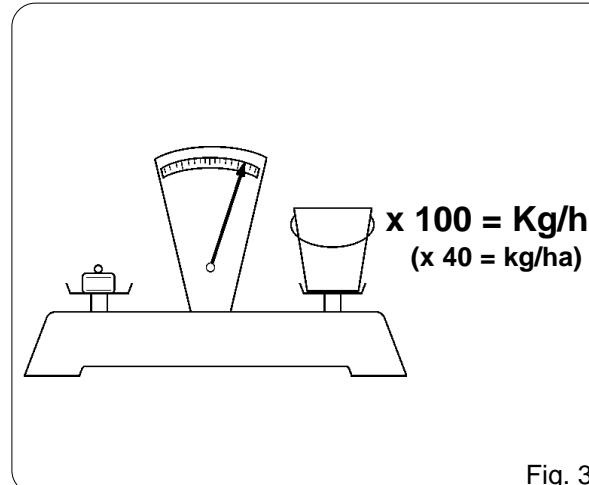

Fig. 37
7) Pesare la quantità di seme raccolto nelle vaschette e moltiplicarlo per 100 o per 40 in base alle rotazioni compiute, il valore ottenuto sarà la quantità in chilogrammi distribuita per ettaro (Fig. 37).
7) Weigh the seed collected in the bins and multiply the weight by 100 or 40, depending on the number of rotations made. The value obtained is the number of kilograms distributed per hectare (Fig. 37).
7) Die in den Sammelbehältern gesammelte Saatgutmenge wiegen und unter Bezug auf die durchgeföhrten Drehungen mit 100 oder 40 multiplizieren. Das Ergebnis ist die in Kilogramm pro Hektar ausgestreute Saatgutmenge (Abb. 37).
7) Peser la quantité de semences contenue dans les bacs et la multiplier par 100 ou par 40 (selon les tours effectués); la valeur obtenue correspond à la quantité en kilogrammes distribuée sur un hectare (Fig. 37).
7) Pesar la cantidad de semilla recogida en las cubetas y multiplicarlo por 100 o por 40 según de las rotaciones efectuadas, el valor obtenido será igual a la cantidad en kilogramos distribuida por hectárea (Fig. 37).